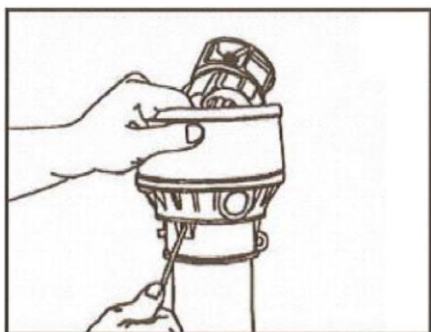

Рис. 44. Доступ к вилке приводного карданного вала
- Чтобы освободить вилку приводного карданного вала, нажмите на 3 язычка торцевого уплотнения вниз в месте его посадки и снимите защитную воронку вдоль защитной трубы (Рис. 44).